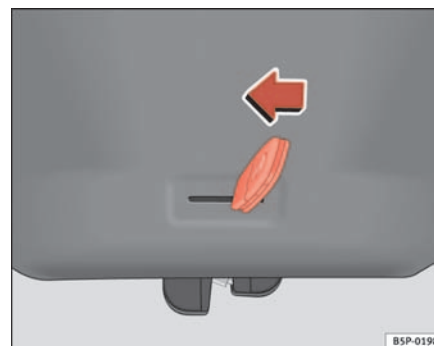

Fig. 70 Tampa traseira: abertura de emergência
- Introduza o palhetão na ranhura e destranque o sistema de fecho, rodando a chave da direita para a esquerda, tal como indica a seta ⇒ fig. 70. ■